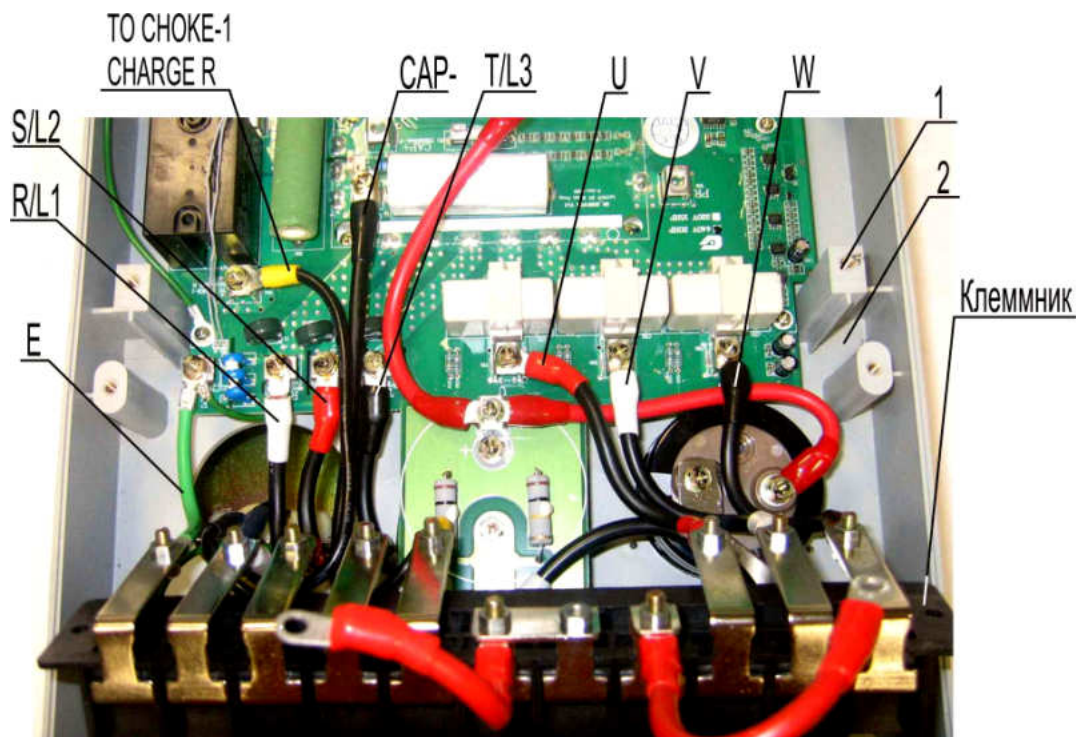

Рис. 7.13
7.5.12. Соединить наконечник длинного провода реактора ТО CHOKE-1 CHERGE R с клеммой на плате и закрепить винтом (рис. 7.13).
7.5.13. Взять клеммник с закрепленными к нему проводами. Положить клеммник в корпус, как показано на рис. 7.13.
7.5.14. Соединить поочередно наконечники проводов E, R/L1, S/L2, CAP-, T/L3, U, V, W (рис. 7.13) с клеммами на плате и закрепить винтами.
7.5.15. Перевернуть клеммник от себя. Установить клеммник на стойки 1 корпуса 2 (рис. 7.13), совместив отверстия клеммника с резьбовыми отверстиями стоек.